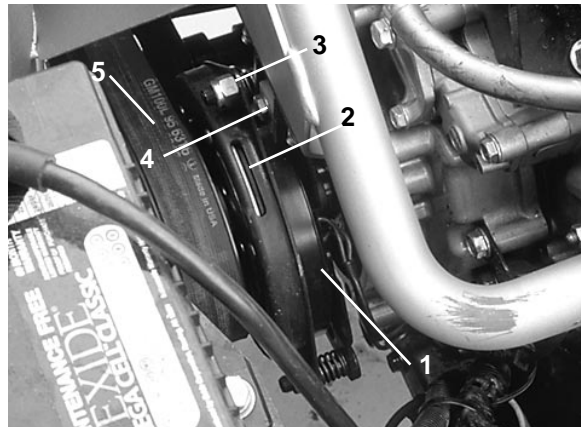

Fig. 27
- Drej kraftudtagets remskive mod motoren og fjern remmen (Fig. 27).
- Fjern boltene og møtrikken, der fastholder nylonblokken, og fjern nylonblokken (Fig. 27).
- Justér luftgabet således, at et 0,4 mm søgerblad kan komme ind mellem koblingsbelægningen og friktionspladen med let tryk (Fig. 27). Gabet kan mindskes ved at dreje justeringsmøtrikken med uret (Fig. 27).